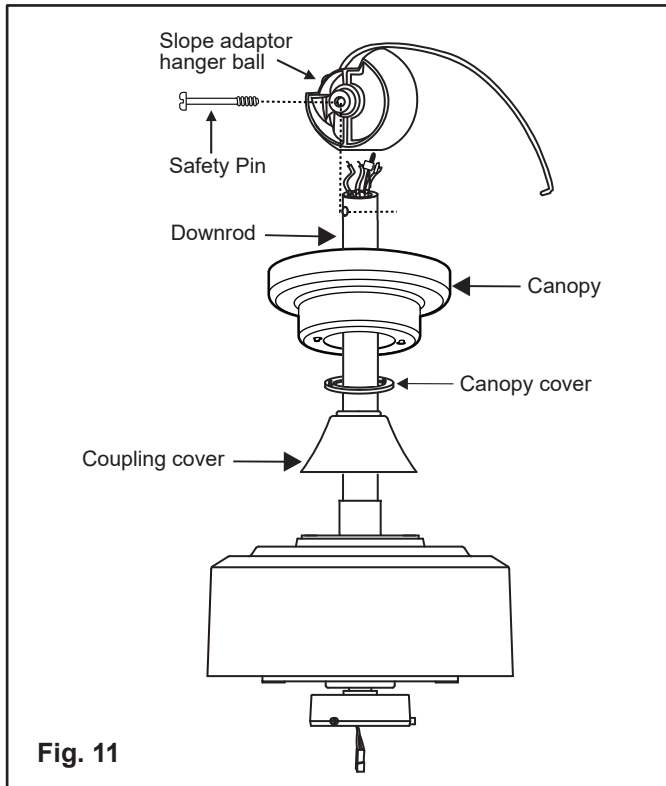

Fig. 11
. Slip the coupling cover, mounting screw cover and canopy onto the downrod in the order shown. (Fig. 11)
7. Thread the Slope Adaptor Hanger Ball onto the downrod until the Safety Pin center hole on the Ball aligns with the safety pin hole in the downrod. Insert the safety pin (careful not to damage the lead wires.) (Fig. 11)
7. Enrosque la bola colgante del adaptador de pendiente en la varilla hasta que el orificio central del pasador de seguridad de la bola se alinee con el orificio del pasador de seguridad en la varilla. Inserte el pasador de seguridad (con cuidado de no dañar los cables). (Fig. 11)